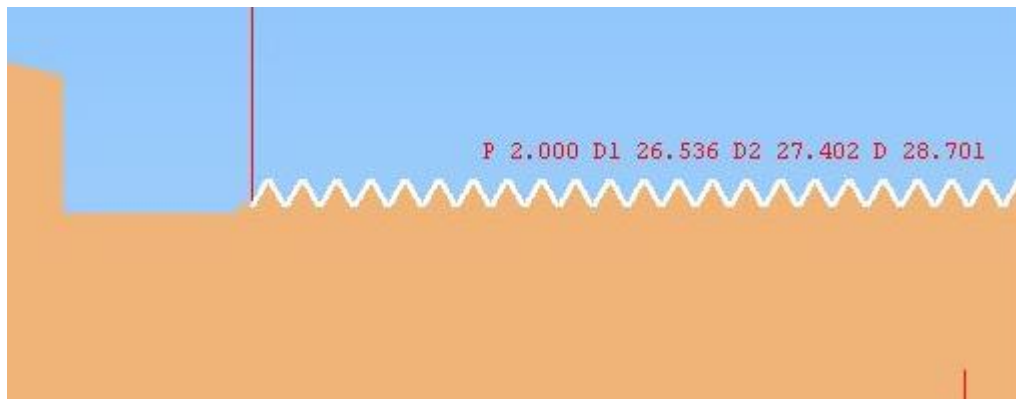

Рисунок 1.27 - Контроль параметрів виконаної різьби
10.3. Для вимірювання округлень або різьби виберіть команду «Feature line» . Знаходячись в даному режимові клацніть на округленні або по витках різьби і на екрані з'явиться основна інформація про вибраний об'єкт (рис. 1.27).